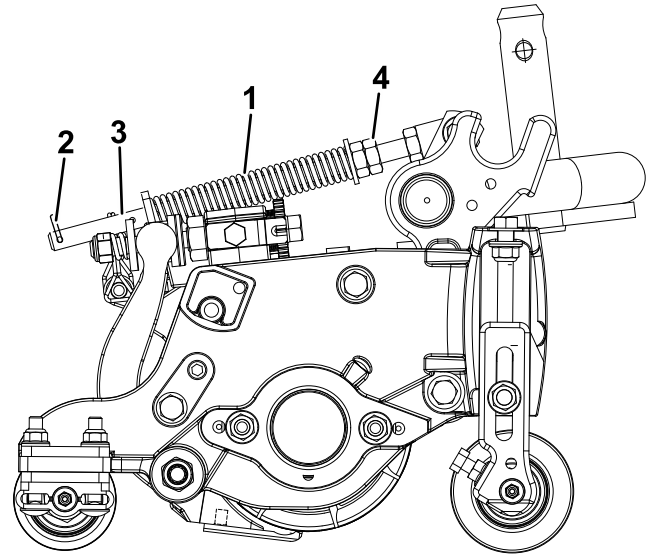

Figure 14
6. Vérifiez que la goupille fendue est insérée dans le trou de la tige de ressort (Figure 14).
7. Serrez les écrous hexagonaux sur l'extrémité avant de la tige de ressort jusqu'à ce que la longueur du ressort comprimé (Figure 14) soit égale à 13 cm (5 po) sur les unités de coupe de 13 cm (5 po) et à 16 cm (6¼ po) sur les unités de coupe de 18 cm (7 po).
Le ressort de compensation (Figure 14) transfère aussi le poids du rouleau avant au rouleau arrière. Cela évite la formation d'ondulations à la surface de la pelouse.